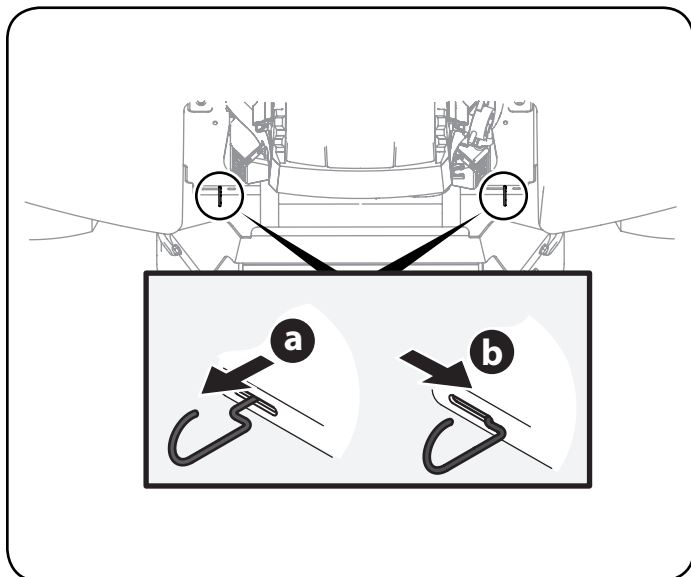

Figura 1
1. Localice la varilla de derivación hidrostática en la parte trasera del tractor. Vea la Figura 1.
2. Enganche las varillas de derivación tirando de cada una hacia afuera (a) y hacia la derecha (b) para trabarlas en su lugar. Vea la Figura 1.
3. Después de mover el tractor, desenganche las varillas de derivación invirtiendo los pasos a y b. Vea la Figura 1.